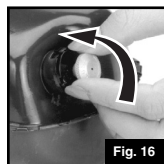
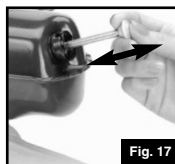

Fig. 16
Fig. 17
■ Abra la PERILLA DE LA BOMBA y bombee presión adicional al tanque. (Fig. 16 & Fig. 17)